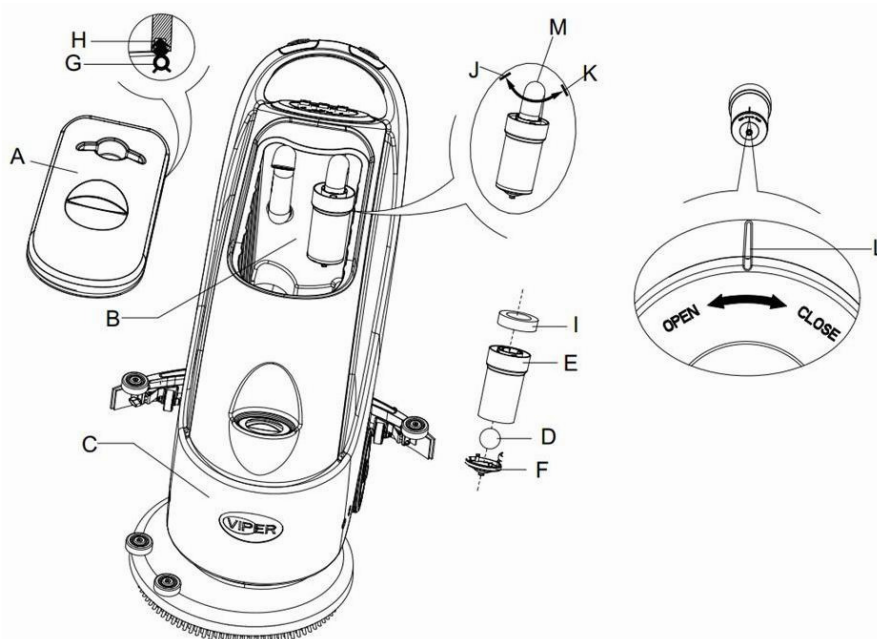

Рисунок 16
2. Нажмите кнопку включения питания (41) и установите ее в позицию "O" для отключение устройства.
3. Откройте резервуар для воды (A, Рисунок 16), и снимите поплавков устройства (36) из резервуара для грязной воды.
4. Используйте чистую воду для очистки крышки (A), резервуара (B и C), и опорной рамы фильтра-поплавка (E). Через отверстие трубы (15), слейте всю воду из резервуара.
5. При необходимости, возле символов "Open" и "Close" как показано на рисунке 16, отсоедините нижнюю крышку (F) от фильтра-поплавка и очистите поплавок (D), опорную раму (E), а также фильтр подушки (I). После очистки зафиксируйте фильтр-поплавков на опорной раме (E), а затем выровняйте паз (L) на нижней крышки (F) с пазом поплавкового фильтра (L) к опорной раме (E). Поверните нижнюю крышку (F) с точкой фильтра-поплавка и закрепите плотно фильтр к подушке (I) на опорную раму фильтра-поплавка (E), а затем на Вакуумную трубку (M).
6. Проверьте герметичность уплотнительного кольца (G) крышки резервуара с водой..